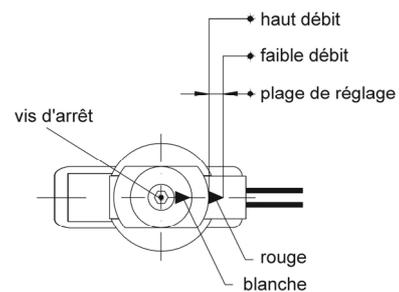
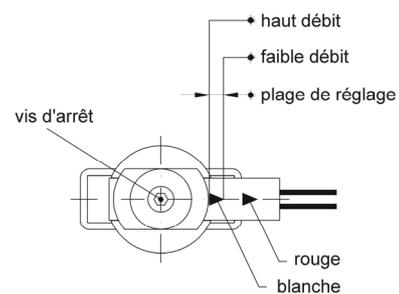

Fig. 18
Fig. 19
- ☞ Puis dévisser la vis d'arrêt (à six pans creux SW2,5 pour les modèles en laiton ou en acier spécial, et / ou cruciforme pour les modèles en plastique) et déplacer l'unité de commutation jusqu'à ce que la flèche rouge soit visible à l'entrée du guidage de l'unité de commutation si un contact de travail est désiré (Fig. 18) et la flèche blanche si un contact de repos est désiré (Fig. 19).